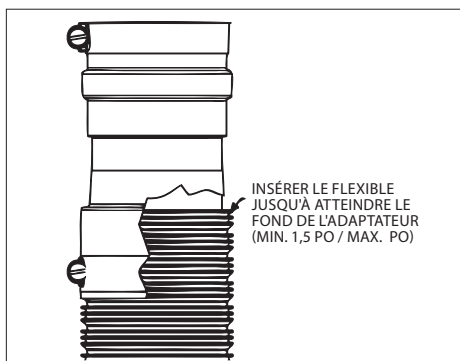

Figure 14
5. Placer l'adaptateur sur le flexible (le tube intérieur s'insère à l'intérieur du flexible, alors que le tube extérieur se place à l'extérieur du flexible). L'adaptateur, une fois correctement placé, doit recouvrir les marques faites sur le flexible à l'étape 1 (**Figure 14**).